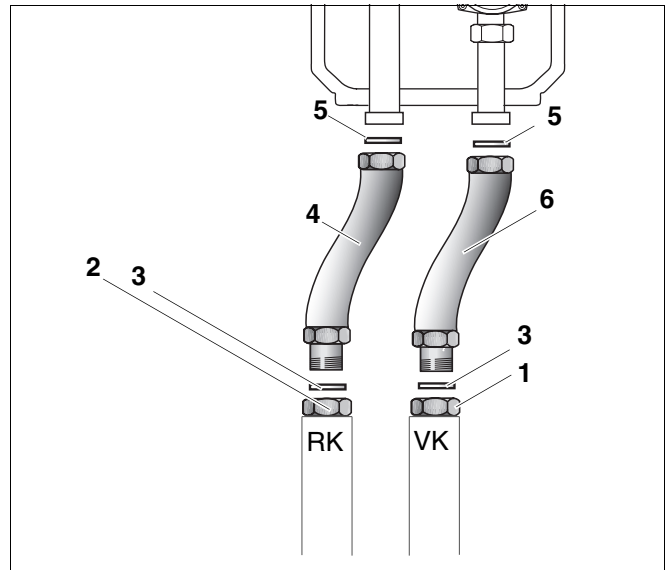

Abb. 11 Anschluss-Set für Heizkreis-Set HS/HSM/HKV montieren
- Dichtung (Abb. 11, **Pos. 3**) in Vor- (Abb. 11, **Pos. 1**) und Rücklaufrohr (Abb. 11, **Pos. 2**) einlegen.
- Vor- (Abb. 11, **Pos. 6**) und Rücklaufrohr (Abb. 11, **Pos. 4**) am Vor- (Abb. 11, **Pos. 1**) und Rücklaufrohr (Abb. 11, **Pos. 2**) anschrauben.
- Dichtung (Abb. 11, **Pos. 5**) in Vor- und Rücklaufrohr einlegen und an HS, HSM oder HKV anschrauben.